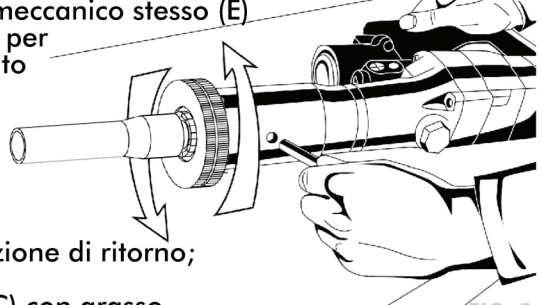

FIG. 5
- 1) Inserire l'adattatore in elastomero nei becchi del morsetto divaricatore fino al totale inserimento (FIG. 5).